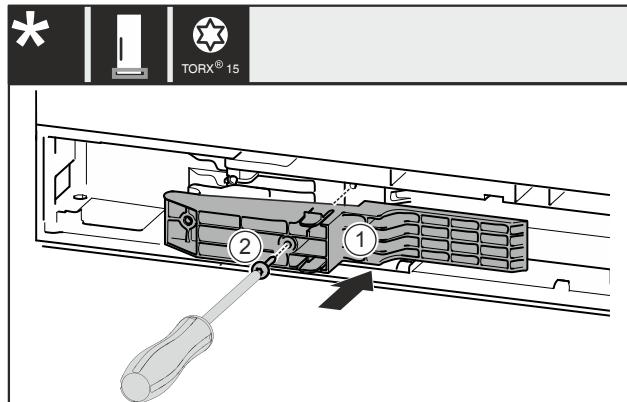

Fig. 52 *
- Adapterstück Fig. 52 (1) auf der Griffseite in die Aussparung einsetzen.*
- Schraube Fig. 52 (2) mit Schraubendreher festschrauben.*